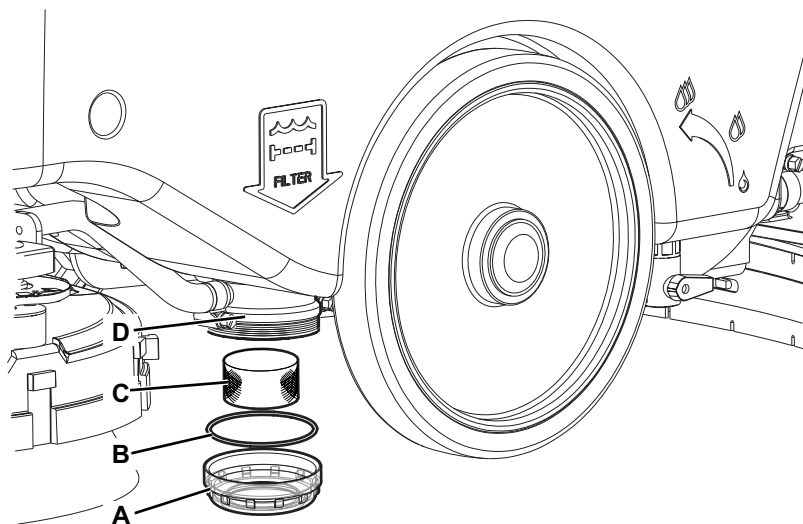

Abbildung 9
1. Reinigungslösungstank (15) wie im entsprechenden Abschnitt erläutert entleeren.
3. Sicherstellen, dass sich die Schalter (41 und 42) in der Position „0“ befinden, den Steckverbinder der Batterie (8) trennen.
4. Den durchsichtigen Deckel (A, Abb. 9) abschrauben, die Dichtung (B), dann den Netzfilter (C) herausnehmen. Ihn reinigen und in den Halter (D) montieren.